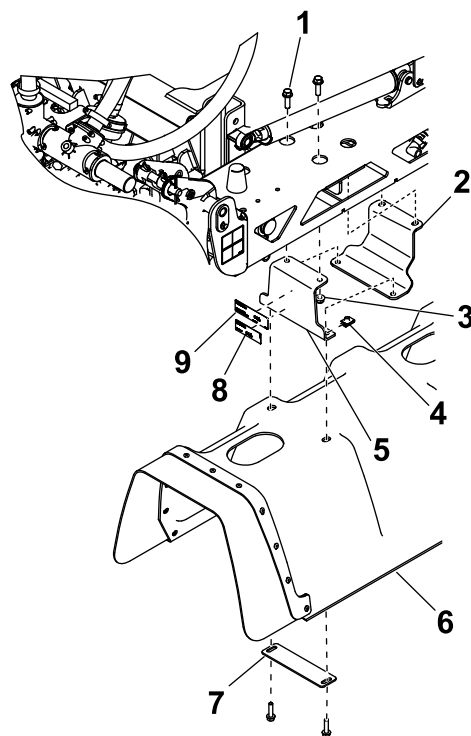

図 8
中央ブームブラケットのひとつに、銘板デカルと規制関係デカルを、図 8 のように取り付ける。
1. 中央ブラケット2個とブーム取り付けプレートを中央ブームに取り付ける六角ヘッドボルト3/8 x 1-1/4 インチ2本とフランジナット3/8 インチ2個を使用して、図 8 のように取り付ける。
2. 中央ブームブラケットに中央カバーアセンブリを図 8 のように取り付けるUナット4個、ワッシャプレート2枚、六角ヘッドボルト5/16 x 1 1/4 インチ4本を使用する。